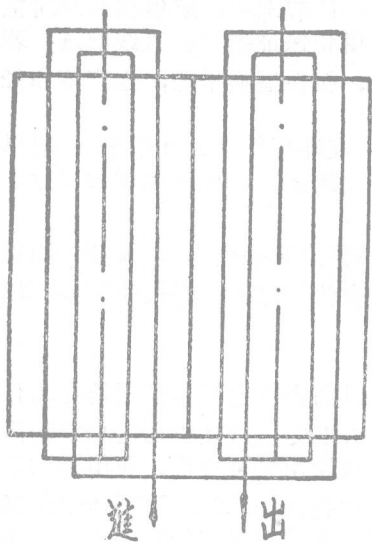

图9 外翻耕作法
③外翻耕作法(图9)与内翻耕作法相反,耕地两侧一层层地向里耕,先从左侧下犁耕到地头,把犁提起,调头在耕地的另一侧下犁,这样从两侧逐渐向里耕,便中间形成开垄。两侧形成带闭垄。